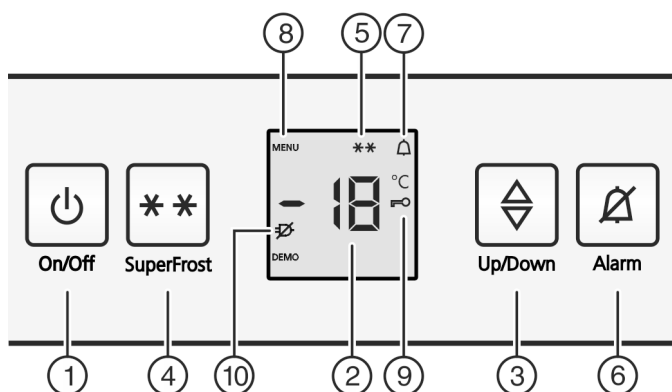

Fig. 2
- Het symbool SuperFrost Fig. 2 (5) knippert tegelijkertijd met de temperatuurdisplay.\*
- ▶ Aan/uit-toets Fig. 2 (1) indrukken.
- ▶ Instelmodus activeren: Druk de toets SuperFrost Fig. 2 (4) gedurende ca. 5 seconden in.
- ▷ Op de display wordt het symbool Menu Fig. 2 (8) weergegeven.
- ▶ Met de toets SuperFrost Fig. 2 (4) kort bevestigen.
- ▷ Het symbool Kinderbeveiliging Fig. 2 (9) op de display gaat branden.
- ▷ De functie kinderbeveiliging is ingeschakeld. Wanneer de instelmodus moet worden beëindigd: ▶ Druk de toets On/Off Fig. 2 (1) kort in.
- ▷ Het symbool Kinderbeveiliging Fig. 2 (9) gaat uit.
- ▶ Druk de toets On/Off Fig. 2 (1) kort in.
- ▶ Toets Alarm Fig. 2 (6) indrukken.
Tegelijkertijd knipperen de temperatuurdisplay en het symbool Alarm Fig. 2 (7).
Het akoestisch alarm stopt automatisch, het symbool Alarm Fig. 2 (7) gaat uit en de temperatuurdisplay houdt op met knipperen, wanneer de temperatuur weer laag genoeg is.